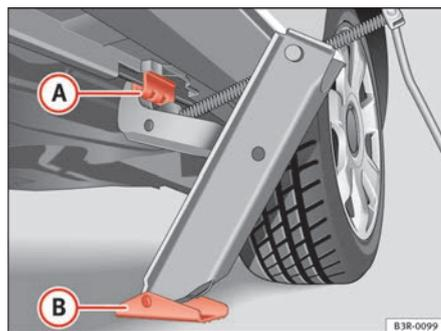

Fig. 180 Changement de roue : Cric
- Ajustez le cric de sorte que sa griffe s'engage dans la nervure du bas de caisse ⇒ fig. 180 (A) et que la base mobile (B) du cric repose bien à plat sur le sol.